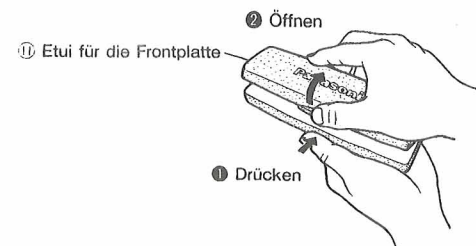

Abb. 3
- ④ Die untere Seite des Etuis wie in Abb. 3 gezeigt vorsichtig andrücken und dabei den Deckel öffnen. Die abgenommene Frontplatte stets im Etui verwahren. Sie ist dort am besten geschützt.